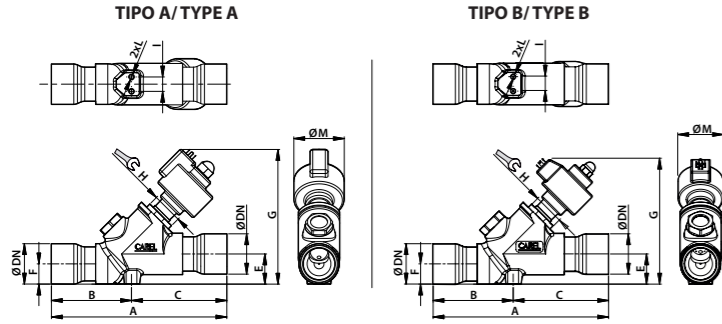

Fig. 4
5. Tighten the steel cartridge to the special threaded socket in the valve body using fork spanner (for the size see Fig. 4), making sure the O-ring is fitted to ensure hermetic tightness. Tighten the cartridge by pressing the ring against the valve body with a recommended torque of 30-35 Nm for E5V and E6V or 35-40 Nm for E7V (Fig. 2.3). Warning! If the threaded rod comes completely out of the cartridge, proceed as follows:
- Visser la cartouche en acier au corps du détendeur dans son emplacement fileté spécial avec une clé à fourche (pour la dimension, voir fig. 4) en vérifiant l'insertion correcte du joint «O-ring», qui garantit son étanchéité. Serrer la cartouche en situant la bague en butée sur le corps vanne avec un couple de serrage conseillé de 30-35 Nm pour E'V et E'V ou de 35-40 pour E'V (Fig. 2.3).
- Den Stahleinsatz in der speziellen Gewindeausparung des Ventilkörpers mit einem Gabelschlüssel (für die Größe siehe Fig. 4) verschrauben; dabei, dass der O-Ring, der die hermetische Dichtigkeit garantiert, befestigt ist. Den Einsatz am Ventilkörper mit einem Drehmoment von 30-35 Nm für E'V und E'V oder 35-40 für E'V festschrauben (Fig. 2.3).